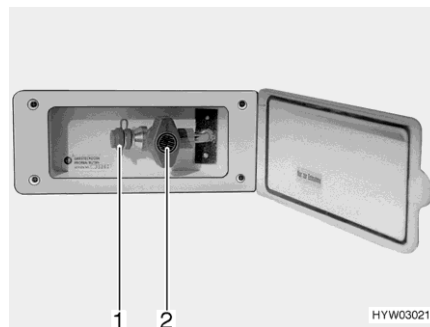

Fig. 82 Presa gas esterna (rubinetto di arresto del gas chiuso)
- Collegare l'apparecchio a gas esterno all'attacco (Fig. 82,1).
- Aprire il rubinetto di arresto del gas (Fig. 82,2).